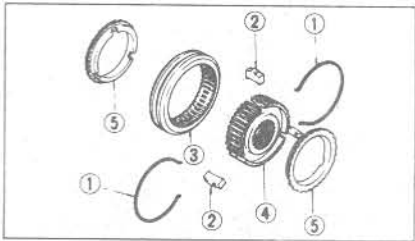

Рис. 6.12 Детали синхронизатора (Глава 9)
- 7 Разберите синхронизаторы, пометив расположение компонентов краской. Руководствуясь Рис. 6.12, извлеките распорные пружины, вытолкните ступицы из втулок, извлеките вставки перемещения из ступицы.